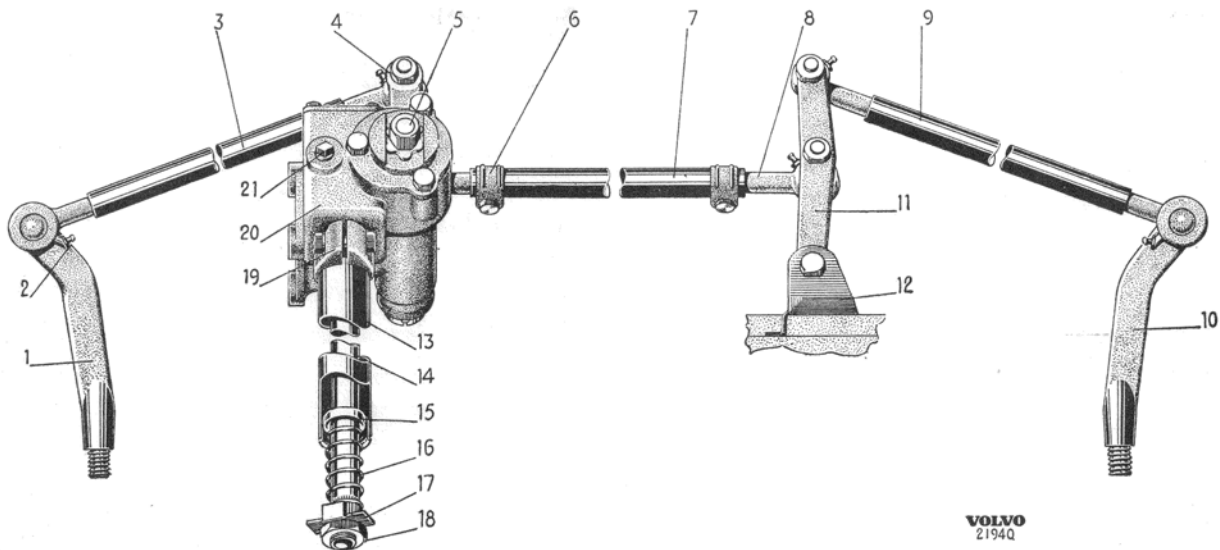

Bild 17. Styrinrättning.
Rörelsen till hjulen överföres från pitmanarmen (4 bild 17) via parallellstag (7), styrstag (3 och 9) och styrarmar (1 och 10) samt mellanarm (11).